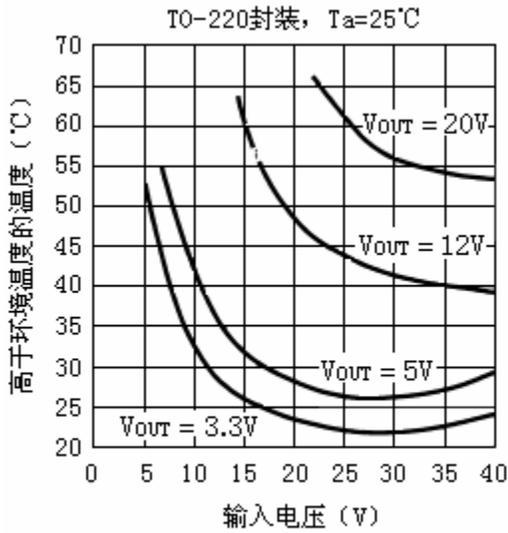

图17
**8. 散热方面的一些考虑:** HYM2596 有两种封装形式, 5 脚的 TO-220 (T) 和 5 脚的 TO-263 (S)。大多数情况下, TO-220 (T) 封装的 HYM2596 需要散热片, 散热片的尺寸由输入电压、输出电压、负载电流和环境温度决定。图 17 示出了负载电流为 3A, 输入电压和输出电压不同时 HYM2596 的温度高出环境温度的有关曲线。这些数据是在 HYM2596 作为开关调节器在环境温度为 25°C 是测出的, 这些温度上升的数据都是近似的, 而且有许多因素可以影响到这些温度, 环境温度越高, 需要散热的热量也就越多。TO-263 (S) 封装的 HYM2596 是要焊接在 PCB 板上的表面贴元件, 铜和 PCB 板有助于这种风中器件和其它需散热的元件, 入吸纳二极管和电感的散热。焊接这种封装器件的 PCB 上的覆铜区域至少要有 0.4 平方英寸, 更多的覆铜区域会改善散热特性, 但是, 当面积大于 6 平方英寸时, 在散热方面的改善就很小, 如果还需要进一步改善散热, 就建议使用覆铜区域大的多次多层 PCB 板或在通风的情况下使用。